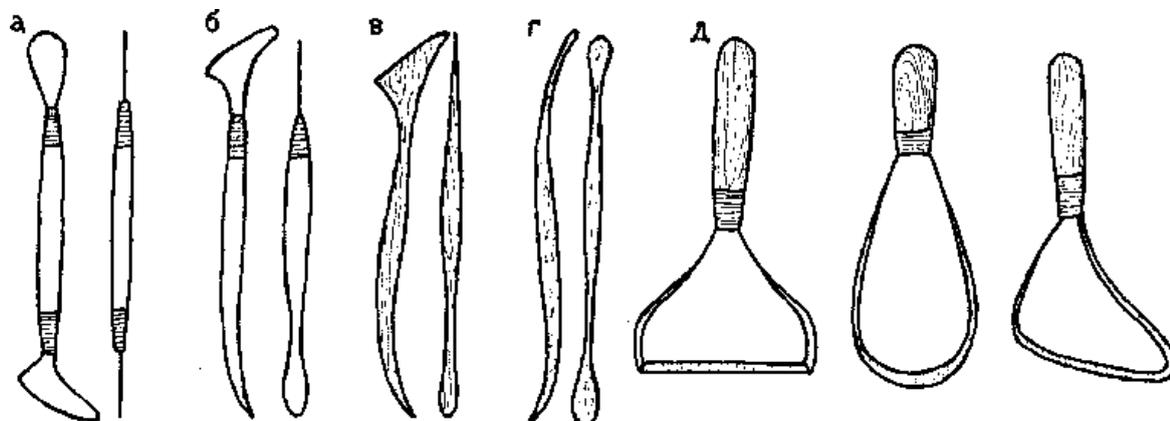

Рис. 39.1. Стеки:
**Стеки** (рис. 39.1) використовують при ліпленні виробів з пластичних матеріалів: глини, пластиліну, воску. Вони бувають повністю з дерева або мають металеві наконечники (петлі) з тонкого і жорсткого дроту або з добре наточених смуг сталі. Якщо можливо, то для наконечників краще усього використовувати нержавіючі метали. Стеками повністю з дерева оброблюють